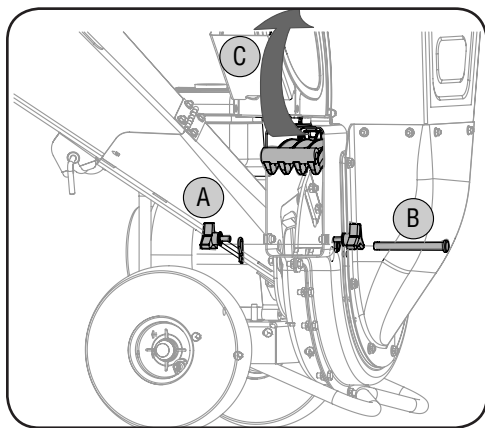

Figura 4-1
2. Si está instalada, retire la bolsa de residuos. Saque las dos perillas mariposa de ambos lados del deflector del canal y gírelo hacia arriba. Vea A en Figura 4-1.
3. Saque el broche de horquilla del pasador de horquilla que se extiende a través de la caja del motor y de la pantalla de la trituradora. Vea B en Figura 4-1. Saque el pasador de horquilla.
4. Pivote hacia arriba la pantalla de la trituradora. Vea C en Figura 4-1. Limpie los alrededores barriendos los residuos.
9. Saque el broche de horquilla del pasador de horquilla que se extiende a través de la caja del motor y de la pantalla de la trituradora. Vea B en Figura 4-1. Saque el pasador de horquilla.
10. Pivote hacia arriba la pantalla de la trituradora. Vea C en Figura 4-1. Limpie los alrededores barriendo los residuos.